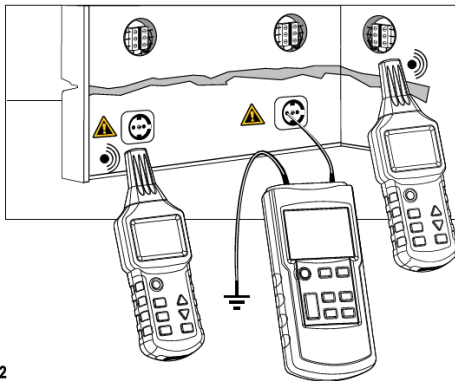

Fig. 3-1-2
- Schließen Sie den Transmitter an die Phase und die Schutzerdung gemäß Fig. 3-1-2 an.